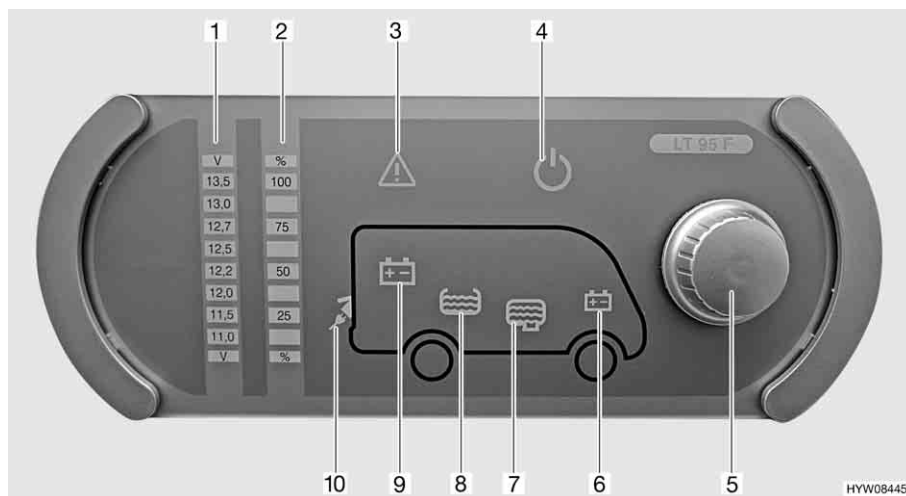

Fig. 53 Pannello di controllo (LT 95)
Il pulsante a rotazione (Fig. 53,5) inserisce o disinserisce il pannello di controllo e l'alimentazione a 12 V dell'abitacolo.
- Premere il pulsante a rotazione (Fig. 53,5): L'alimentazione a 12 V dell'abitacolo è inserita. La spia di controllo a 12 V (Fig. 53,4) diventa verde.
- Premere il pulsante a rotazione (Fig. 53,5): L'alimentazione a 12 V dell'abitacolo è disinserita. La spia di controllo a 12 V (Fig. 53,4) si spegne.
Mediante il pulsante a rotazione (Fig. 53,5) si possono interrogare sia la tensione della batteria dell'abitacolo che la tensione della batteria di avviamento. La tensione viene visualizzata sulla scala indicatore per la tensione della batteria (Fig. 53,1).
- Ruotare il pulsante a rotazione (Fig. 53,5), finché si accende il simbolo della batteria della quale deve essere interrogata la tensione.
Viene indicata la tensione della batteria dell'abitacolo (Fig. 53,9)
Viene indicata la tensione della batteria di avviamento (Fig. 53,6)
- Leggere la tensione sulla scala indicatore della tensione della batteria (Fig. 53,1).
Mediante il pulsante a rotazione (Fig. 53,5) si possono interrogare sia il livello del serbatoio dell'acqua che il livello del serbatoio delle acque grigie. Il livello viene visualizzato sulla scala indicatore livello dei serbatoi (Fig. 53,2).
- Ruotare il pulsante a rotazione (Fig. 53,5), finché si accende il simbolo del serbatoio del quale deve essere interrogato il livello.
Viene indicato il livello del serbatoio dell'acqua (Fig. 53,8)
Viene indicato il livello del serbatoio delle acque grigie (Fig. 53,7)
- Leggere il livello sulla scala indicatore del livello serbatoio (Fig. 53,2).
La spia luminosa Alarm (Fig. 53,3) lampeggia non appena i valori limite fissati vengono superati per eccesso o per difetto.
La spia luminosa Alarm (Fig. 53,3) lampeggia non appena la tensione della batteria scende al di sotto di 11 V. Se l'alimentazione a 12 V è accesa, si accende anche il relativo simbolo della batteria (Fig. 53,6 o 9), e l'indicatore "11,0" sulla scala indicatore della tensione della batteria (Fig. 53,1) lampeggia. Rischio di uno scaricamento totale della batteria.
La spia luminosa Alarm (Fig. 53,3) lampeggia ed il relativo simbolo del serbatoio (Fig. 53,7 o 8) si accende non appena il serbatoio dell'acqua è vuoto o il serbatoio delle acque grigie è pieno.
La spia di controllo a 230 V (Fig. 53,10) si accende quando all'ingresso della centralina elettrica è presente una tensione di rete.